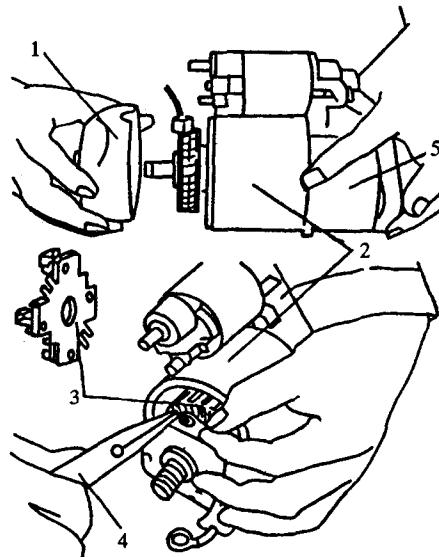

图 1-16 炭刷及炭刷架的拆卸
②炭刷及炭刷架的拆卸，如图 1-16 所示。用钳子 4 将炭刷弹簧向上抬起，从起动机壳体 2 上取出炭刷及炭刷架 3，在起动机壳体 2 与驱动端端盖 5 上作好标记后，取下起动机壳体 2。